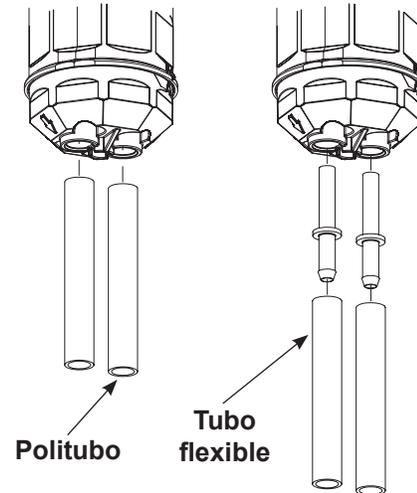

Figura 25 Sujetar los tubos de fluidificación en el distribuidor Figura 26 Montar el tubo en el bloque Y inferior
- Ver la figura 25. Insertar el tubo de fluidificación montado (19) en la parte superior del distribuidor de purga (20). Ajustar los tubos de ajuste en el distribuidor.